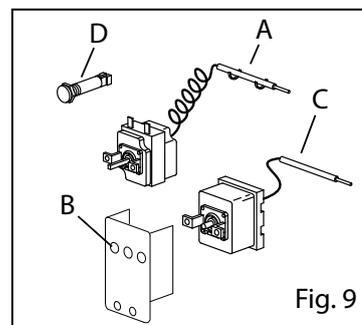

Fig. 9
- Sfilare il bulbo dal supporto (Fig. 9/A)
- Svitare il termostato dal supporto (Fig. 9/B)
- Sfilare il bulbo dal supporto (Fig. 9/C)
- Montare la nuova lampadina (Fig. 9/D)